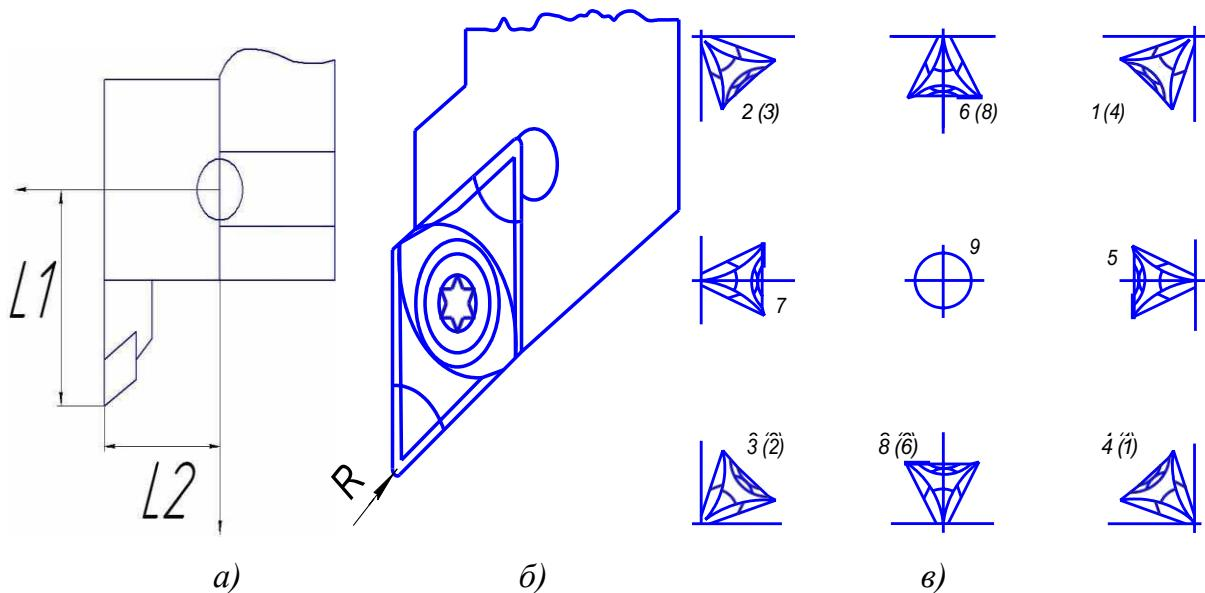

Рис. 7. Измерение координат вершины резца (а), режущая часть с закруглением по радиусу R (б) и позиции вершины резца (в)
Цель измерений данных резца: СЧПУ должна использовать для позиционирования вершину резца, а не базовую точку резцодержателя. Каждый инструмент, используемый для обработки, должен быть измерен. Необходимо измерить расстояния в направлениях обеих осей X и Z между вершиной резца и базовой точкой N резцодержателя (рис. 7, а). В регистре инструментов сохраняются измеренные коррекции на радиус (рис. 7, б) и позиция резца (рис. 7, в). Номер коррекции может быть любым номером регистра и определяется вызовом инструмента в программе.
Измеряют следующие размеры инструмента: L1 в направлении оси X в абсолютных значениях от точки N (см. рис. 7, а); L2 в направлении оси Z в абсолютных значениях от точки N, и R – радиус вершины резца (см. рис. 7, б). Должна быть известна позиция резца в револьверной головке. В поле «offset wear» устанавливается коррекция на износ инструмента после нескольких рабочих циклов. Введенные коррекции на длину добавляются или вычтываются из геометрических данных инструмента с приращением.
Для определения позиции вершины резца следует посмотреть на инструмент с точки его закрепления на станке (см. рис. 7, в). Для станков, в которых инструмент находится под (перед) вращающейся
- 5) положение резца – позиция вершины резца по рис. 7, 6;